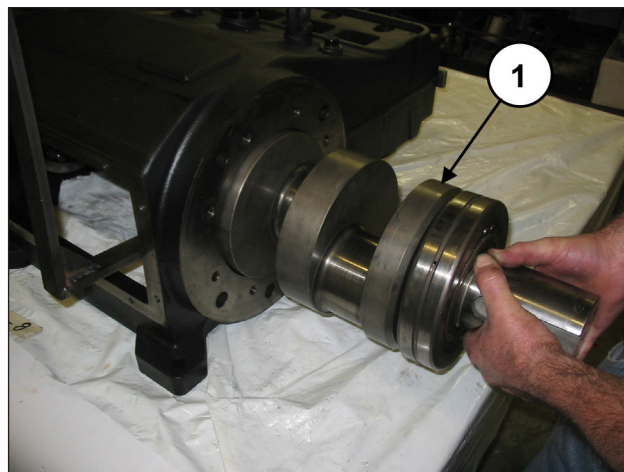
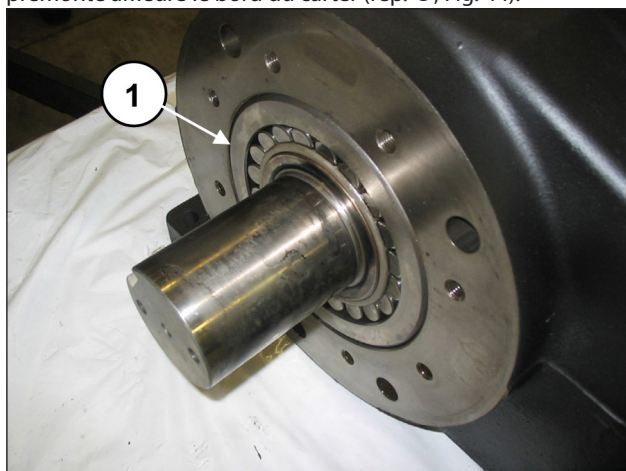

Fig. 30
Fig. 44
Extraire le vilebrequin et le roulement (rep. ①, Fig. 30).
Monter l'arbre (rep. ①, Fig. 30) jusqu'à ce que le roulement prémontré affleure le bord du carter (rep. ①, Fig. 44).